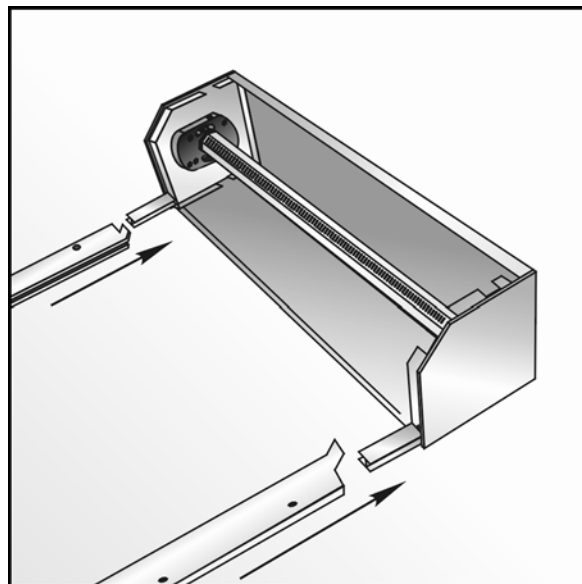

Рис. 2.16
10. Собрать каркас роллетных ворот (короб в сборе с боковыми крышками и направляющими шинами) (рис. 2.16).